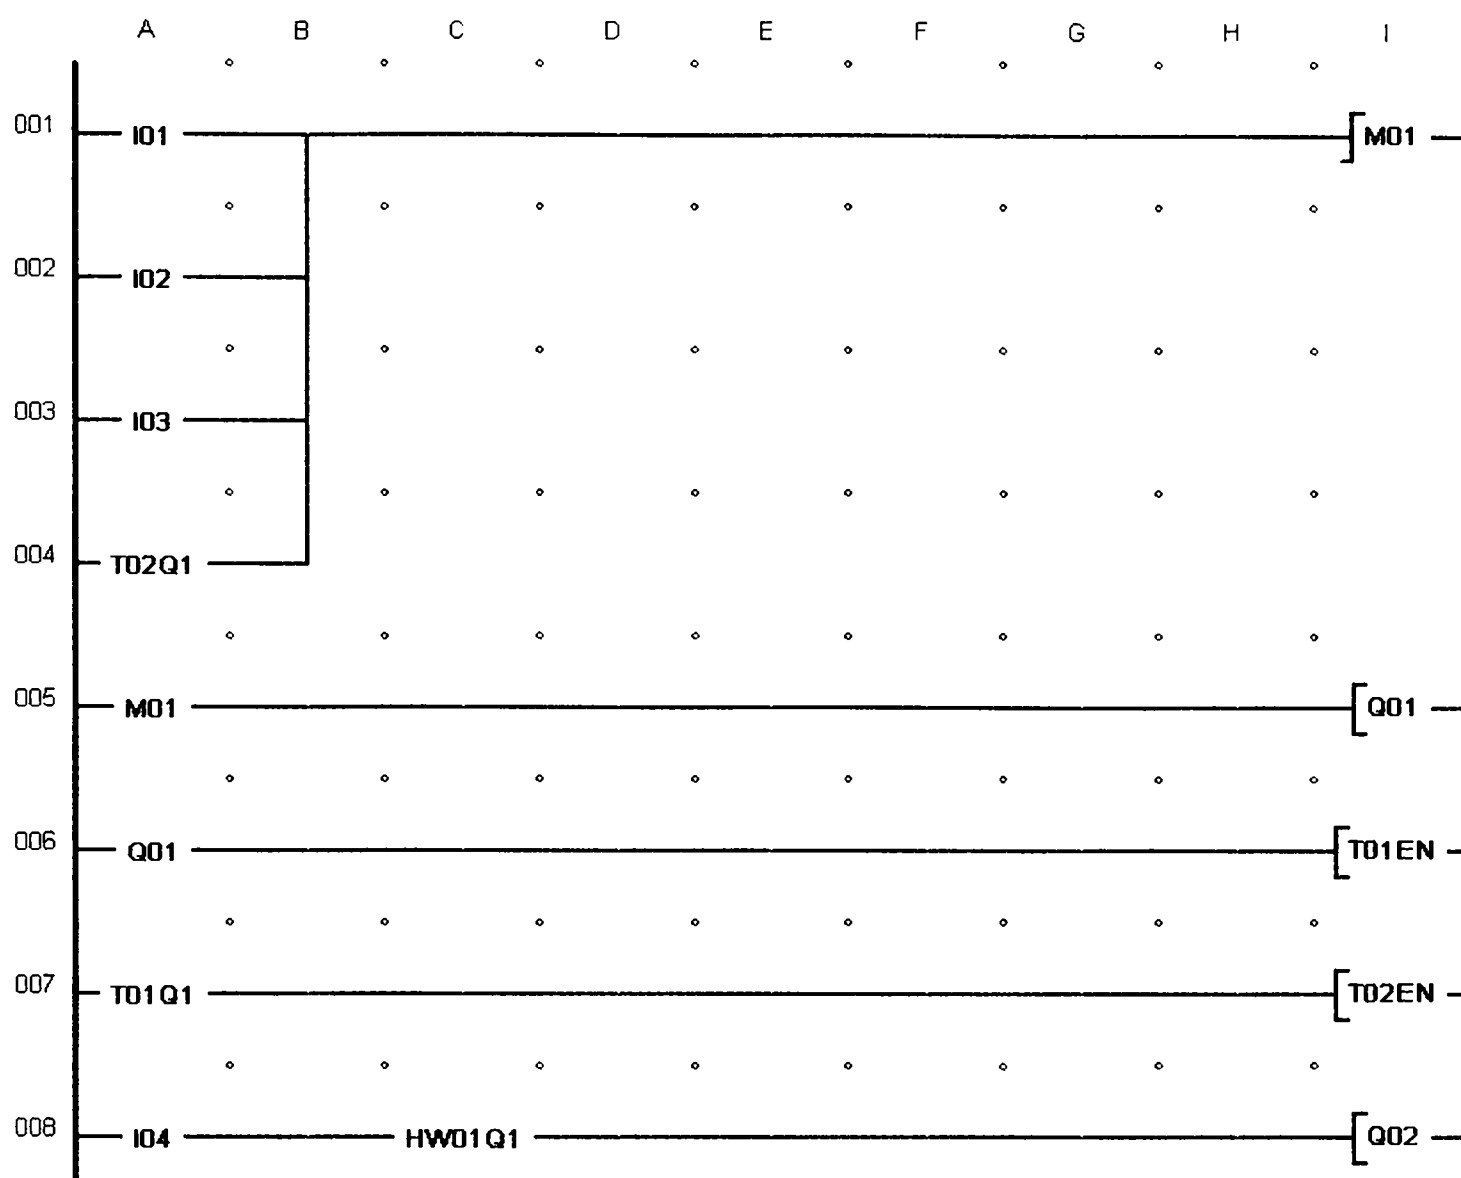

Рис. 9.9. Схема соединений №3
Схема соединений (программа, рис. 9.9). При нажатии любой из кнопок SB1, SB2, SB3 перепадом логического сигнала с «0» на «1» на любом из входов I1, I2, I3 переключается импульсное промежуточное реле M01. Последнее, воздействуя через свой замыкающий контакт на катушку Q01, включает или отключает соответствующий выходной контакт реле Q1, и напряжение питающей сети поступает на лампы или снимается с них. При срабатывании замыкающего контакта Q01 (строка 6 рис. 9.9) запускается реле времени T01, уставкой которого определяет время, через которое лампы будут отключены автоматически, если они не были отключены вручную. Реле настраивается с выдержкой времени на замыкание контакта T01Q1. После его замыкания запускается реле времени T02, которое настроено на единичный импульс продолжительностью 0,5 с. В течение этого времени будет замкнут контакт T02Q1, что вызовет переключение промежуточного реле M01, отключение выходного контакта реле Q1 и включение ламп.
Порядок выполнения лабораторной работы. В программе EASY-SOFT в режиме **Схема соединений** собрать схему, представленную на рис. 9.9. Установить выдержку времени реле T01 на замыкание контакта 30 с, а реле T02 – на единичный импульс продолжительностью 0,5 с. Перейти в режим **Имитация**. В панели инструментов во вкладке **Принцип работы I/R** установить контакты I1, I2, I3 как замыкающие без фиксации, а контакт I4 – с фиксацией. Щелчком по кнопке **Показание** выбрать в открывшемся меню вывод на индикацию выходов реле (Q). Открыть вкладку **Входы I** и включить выполнение режима **Имитация**. Щелкая последовательно по изображениям контактов I1, I2, I3 во вкладке **Входы I**, наблюдать в панели свойств последовательность изменения состояний выхода Q1, которые соответствуют включению и отключению ламп. Не подавая команду на отключение, сделать паузу продолжительностью более 30 с. и наблюдать, как состояние выхода Q1 перейдет в логический «0» через 30 с. что соответствует автоматическому отключению ламп. Вернуться к режиму **Схема соединений** и настроить недельный таймер HW01 на желаемое время включения с учетом времени проведения лабораторной работы. Перейти снова в режим **Имитация** и наблюдать возможность включения ламп с использованием выхода Q2 при нажатии кнопки с изображением контакта I4.